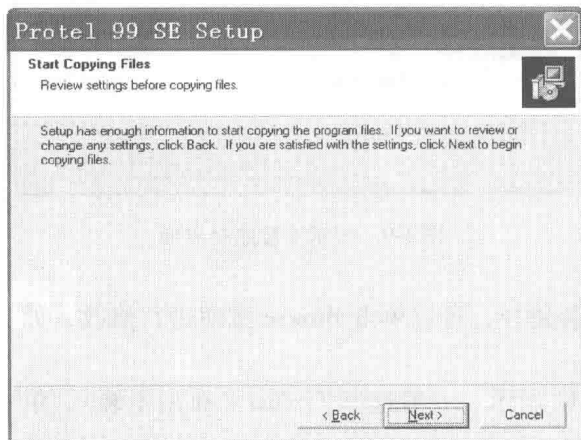

图 1-13 完成设置
6) 设置完成, 单击 Next 按钮将开始安装, 如图 1-13 所示。如果需要更改设置, 则可以单击 Back 按钮回到上一步骤进行修改。